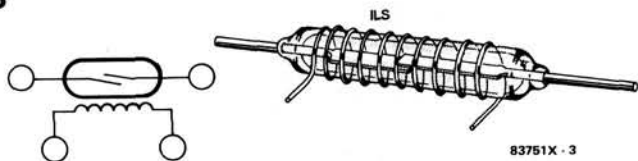

Figure 3 - Le relais Reed composé d'un interrupteur à lame souple autour duquel sont enroulées les quelques spires de la bobine.
En électronique, on trouve souvent une diode en parallèle sur les bobines. Ce sont des diodes de protection ou diodes d'étouffement. Elles sont absolument nécessaires chaque fois que l'on commande un relais (Re) (qui est n'est rien de plus qu'une bobine qui commande un contact) à l'aide d'un transistor (T) comme le montre la **figure 3**,
Figure 3 - Le transistor de commande T doit être protégé de la haute tension qui apparaît aux bornes de la bobine du relais. pour ce faire, une diode de protection doit être montée en parallèle sur la bobine.
Les relais existent sous des formes variées. Le relais Reed (figure 3) ou interrupteur à lame souple (ILS) (quand il est dépourvu de bobine d'excitation) en est un exemple intéressant. La plupart des relais Reed n'ont qu'un seul contact encapsulé dans un petit tube de verre hermétique. La bobine est enroulée autour de ce tube. Ce type de relais est très sensible : Un courant de faible intensité (de 10 à 20 mA selon le nombre de spires de la bobine) suffit à l'exciter.